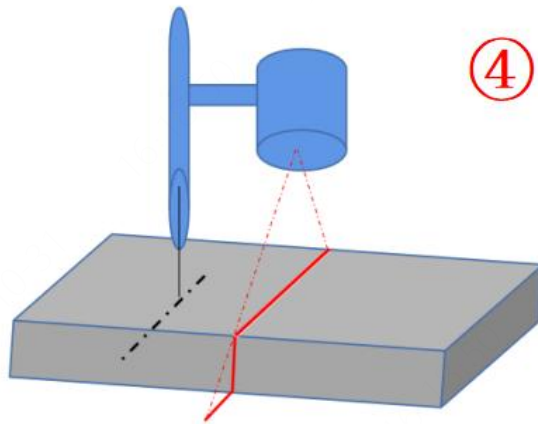

图 3-50 激光器四点法标定姿态 3
(4) 保持机器人姿态不变，移动机器人使得激光线右边偏多，左边偏少，如图 3-50 所示，此时选择点 3，点击记录。